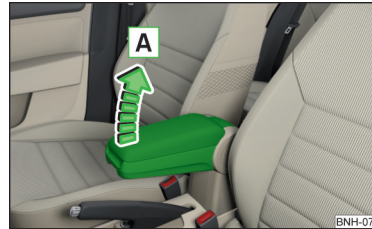

Abb. 68
- Zur **Höheneinstellung** die Armlehne in Pfeilrichtung **A** in eine der Raststellungen anheben » Abb. 68.